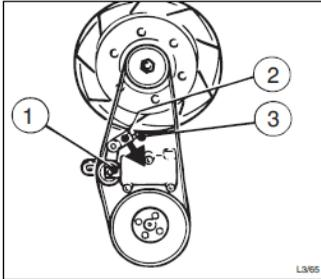

Abb. 52 – Spannvorrichtung
- Bei Riemenwechsel immer die Funktion der Spannvorrichtung überprüfen (siehe Abb. 52).